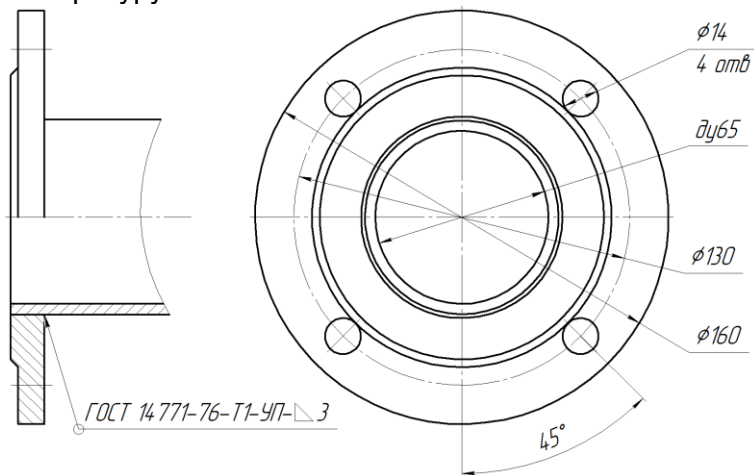

Рис. 4 Присоединительный фланец патрубка
- 8.2. Систему отопления допускается выполнять из стальных, полипропиленовых, металлопластиковых, медных труб. Внутренний диаметр труб, при подключении котла к системе, не должен быть меньше диаметра патрубков котла (рис. 4).